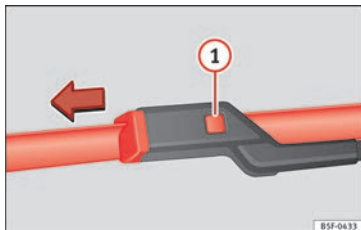

Abb. 80 Scheibenwischerblätter vorne auswechseln.
- Die Entriegelungstaste » Abb. 80 **1** gedrückt halten und gleichzeitig das Scheibenwischerblatt vorsichtig in Pfeilrichtung abziehen.